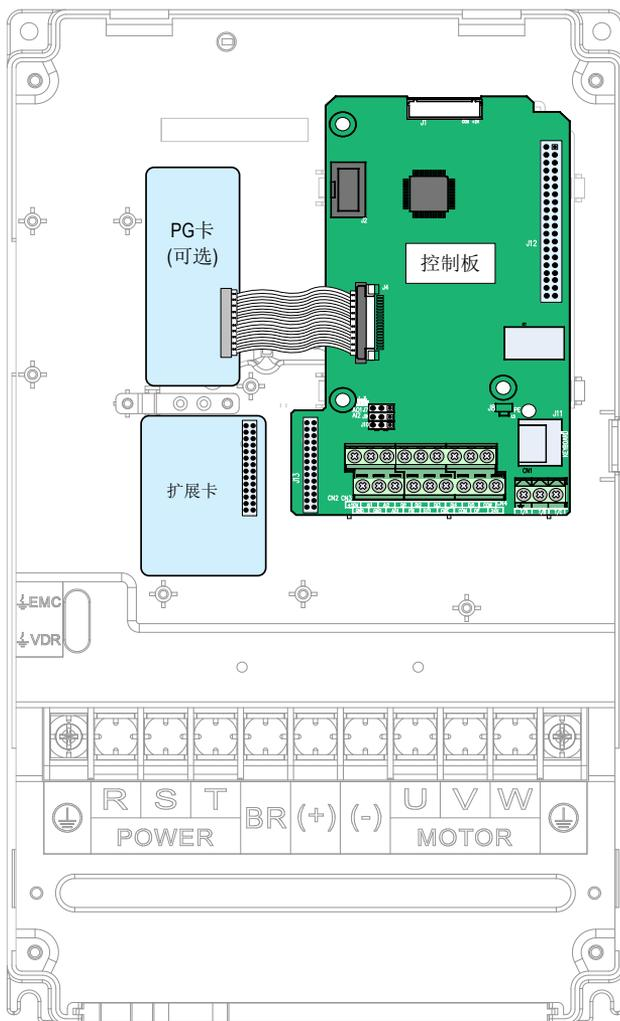

图 3-31 CS290 控制板安装位置示意图
- ◆ 【注3】跳线 J7、J9 与 J10 在控制板上的位置如图 3-31 所示。